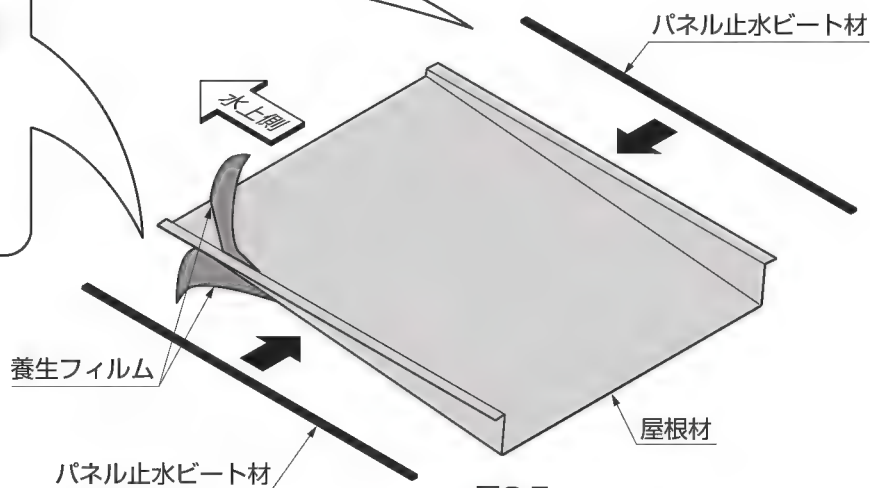

図8-5
- ① 屋根材の養生フィルムをはがしてください。(図8-5参照)
- ② パネル止水ビート材を屋根材の長さに合わせてカットし、両端部に挟み込むように取付けてください。(図8-5参照)